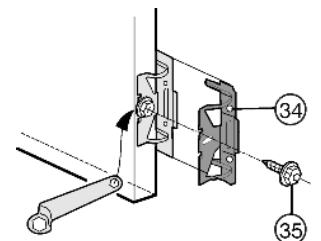

Fig. 13
- ▶ Visser les cornières de fixation Fig. 13 (34) avec le boulon hexagonal Fig. 13 (35) dans les trous préforés de la porte de l'appareil.